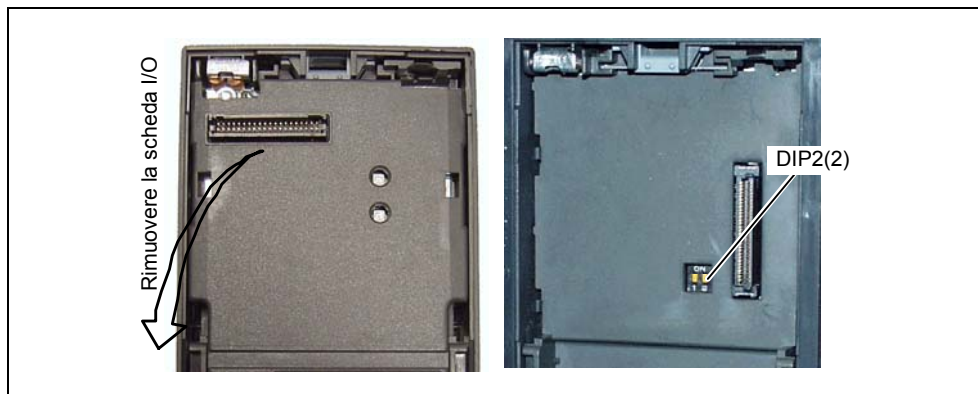

Figura 3-19 DIP switch per commutazione 50/60 Hz
Mediante il DIP2(2) switch (vedi Figura 3-19) sotto il board I/O (per la rimozione del I/O-Board vedi allegato C) è possibile adeguare l'impostazione da fabbrica della frequenza alle caratteristiche nordamericane senza parametrizzazione tramite tastiera oppure PC tool.
Il selettore DIP2(1) (vedi Figura 3-19) sotto la I/O-Board non ha funzionalità.